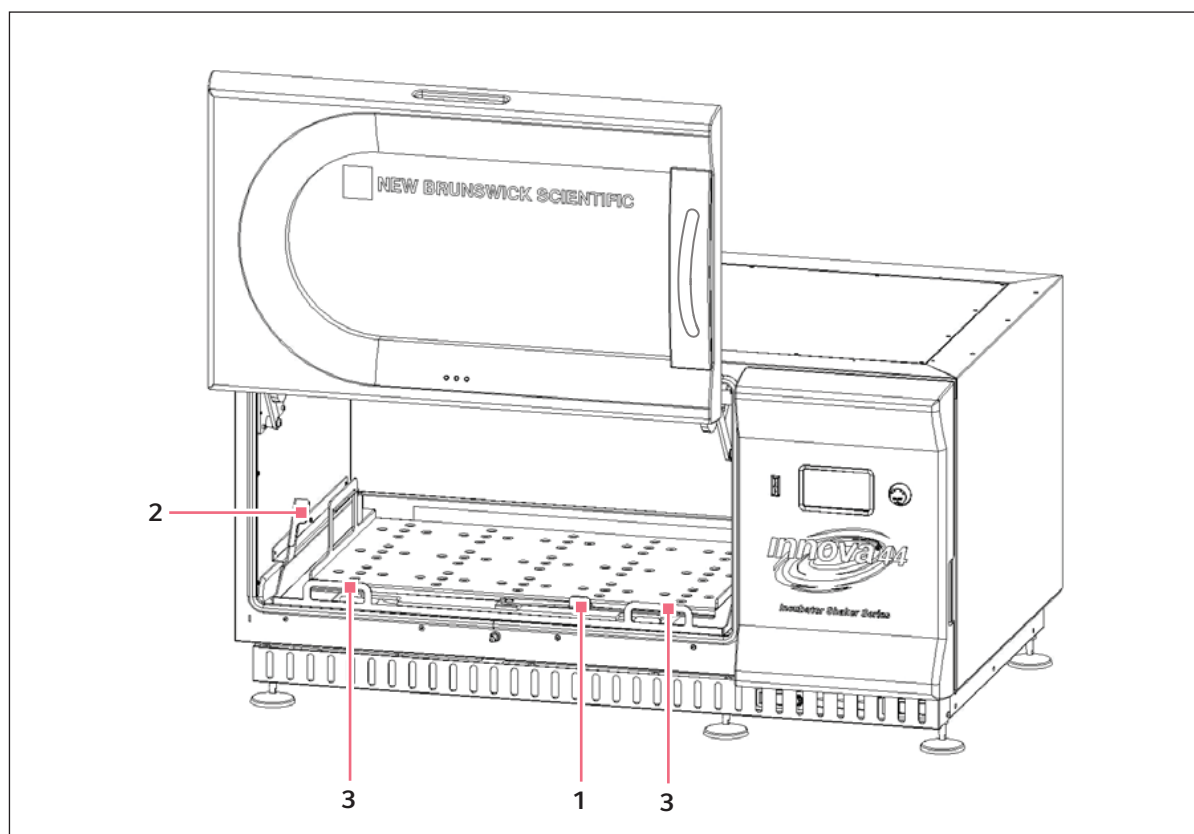

Fig. 8-2: Installazione della piattaforma a scomparsa
1. Facendo riferimento alla figura qui in basso (vedi Fig. 8-2 a pag. 42), porre la piattaforma sulla sub-piattaforma, assicurandosi che le due scanalature sul retro della piattaforma siano inserite sotto i blocchi della sub-piattaforma sul retro e che le maniglie del vassoio scorrevole si trovino rivolte verso l'alto sul bordo anteriore.